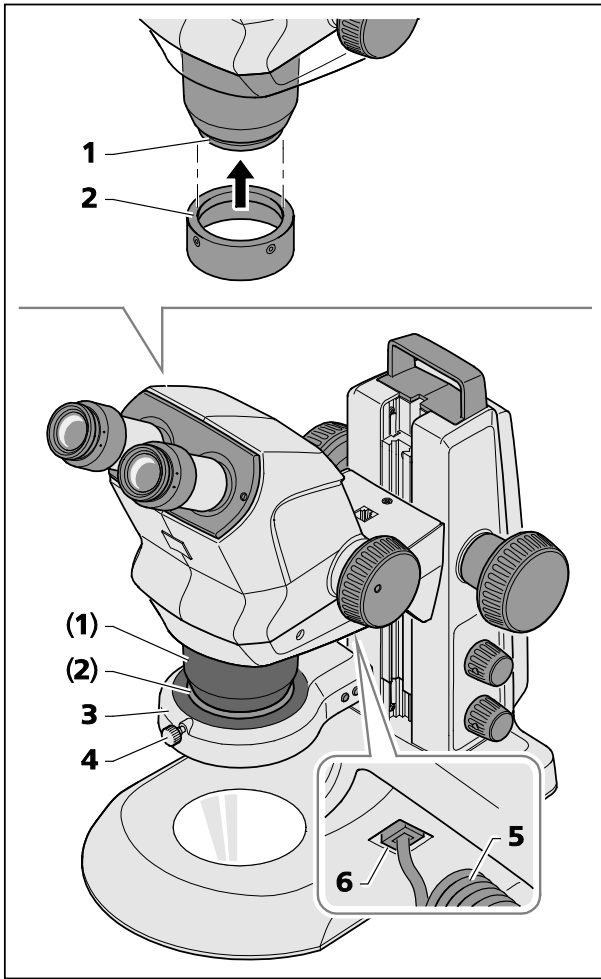

图 9 安装环状光源
- 将支撑环 A53 (图 9/2) 从下往上移到 Stemi 508 的防尘玻璃(图 9/1)上, 并拧紧两个固定螺栓 (内六角花型, SW 3) 将其固定。
- 将环状光源(图 9/3)连接电缆(图 9/5)插入 Stemi 托架的下端插槽(图 9/6)和环状光源插槽。
- 将环状光源从下往上推到支撑环 A53 (图 9/2), 并用指旋螺丝 (图 9/4) 固定。
- 然后, 借助光学镜片上的适配器将环状光源向上移动, 并用夹紧螺栓固定 (相似步骤图 9)。